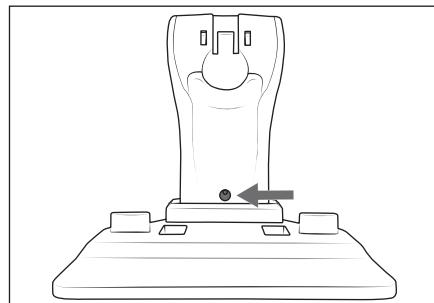

Fig. 1
- 1) Utilizzare il foro nel reggi apparecchio ⪟ per tracciare il foro sulla parete (Fig. 1).
- 3) Infilare lo spinotto cavo ❼ dell'alimentatore ⪛ nella presa di carica ⪞ che si trova sul lato inferiore della base di ricarica ⪞. Far passare il cavo dell'alimentatore ⪛ attraverso uno degli incavi laterali sul retro della base di ricarica ⪞, a seconda del lato sul quale si trova la presa.
- 4) Inserire la vite nel foro del reggi apparecchio ⪟ (Fig. 1) e avvitarla nel tassello con un cacciavite a croce.